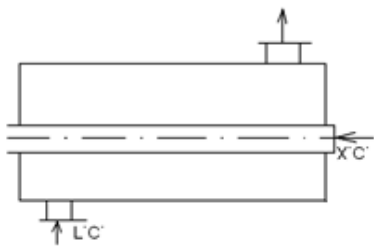
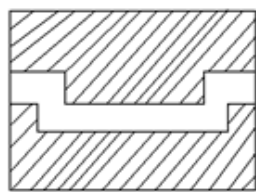

Рисунок 2
Рисунок 3
- Ответ: 1).Рисунок 1 2).Рисунок 2 3).Рисунок 3